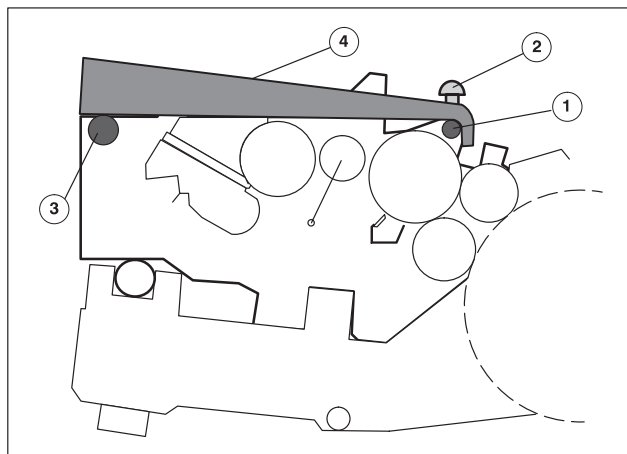

Рис. 27
- ❶ Устройство для подачи смывочного средства (Рис. 27/❷) вдвинуть в машину над выдвижным блоком нумератора. При этом болт (Рис. 27/❸) служит для фиксации на траверсе (Рис. 27/❶).
- ❷ Устройство для подачи смывочного средства выложить на траверсу (Рис. 27/❸).
- ❸ Закрыть защитное ограждение красочного аппарата.